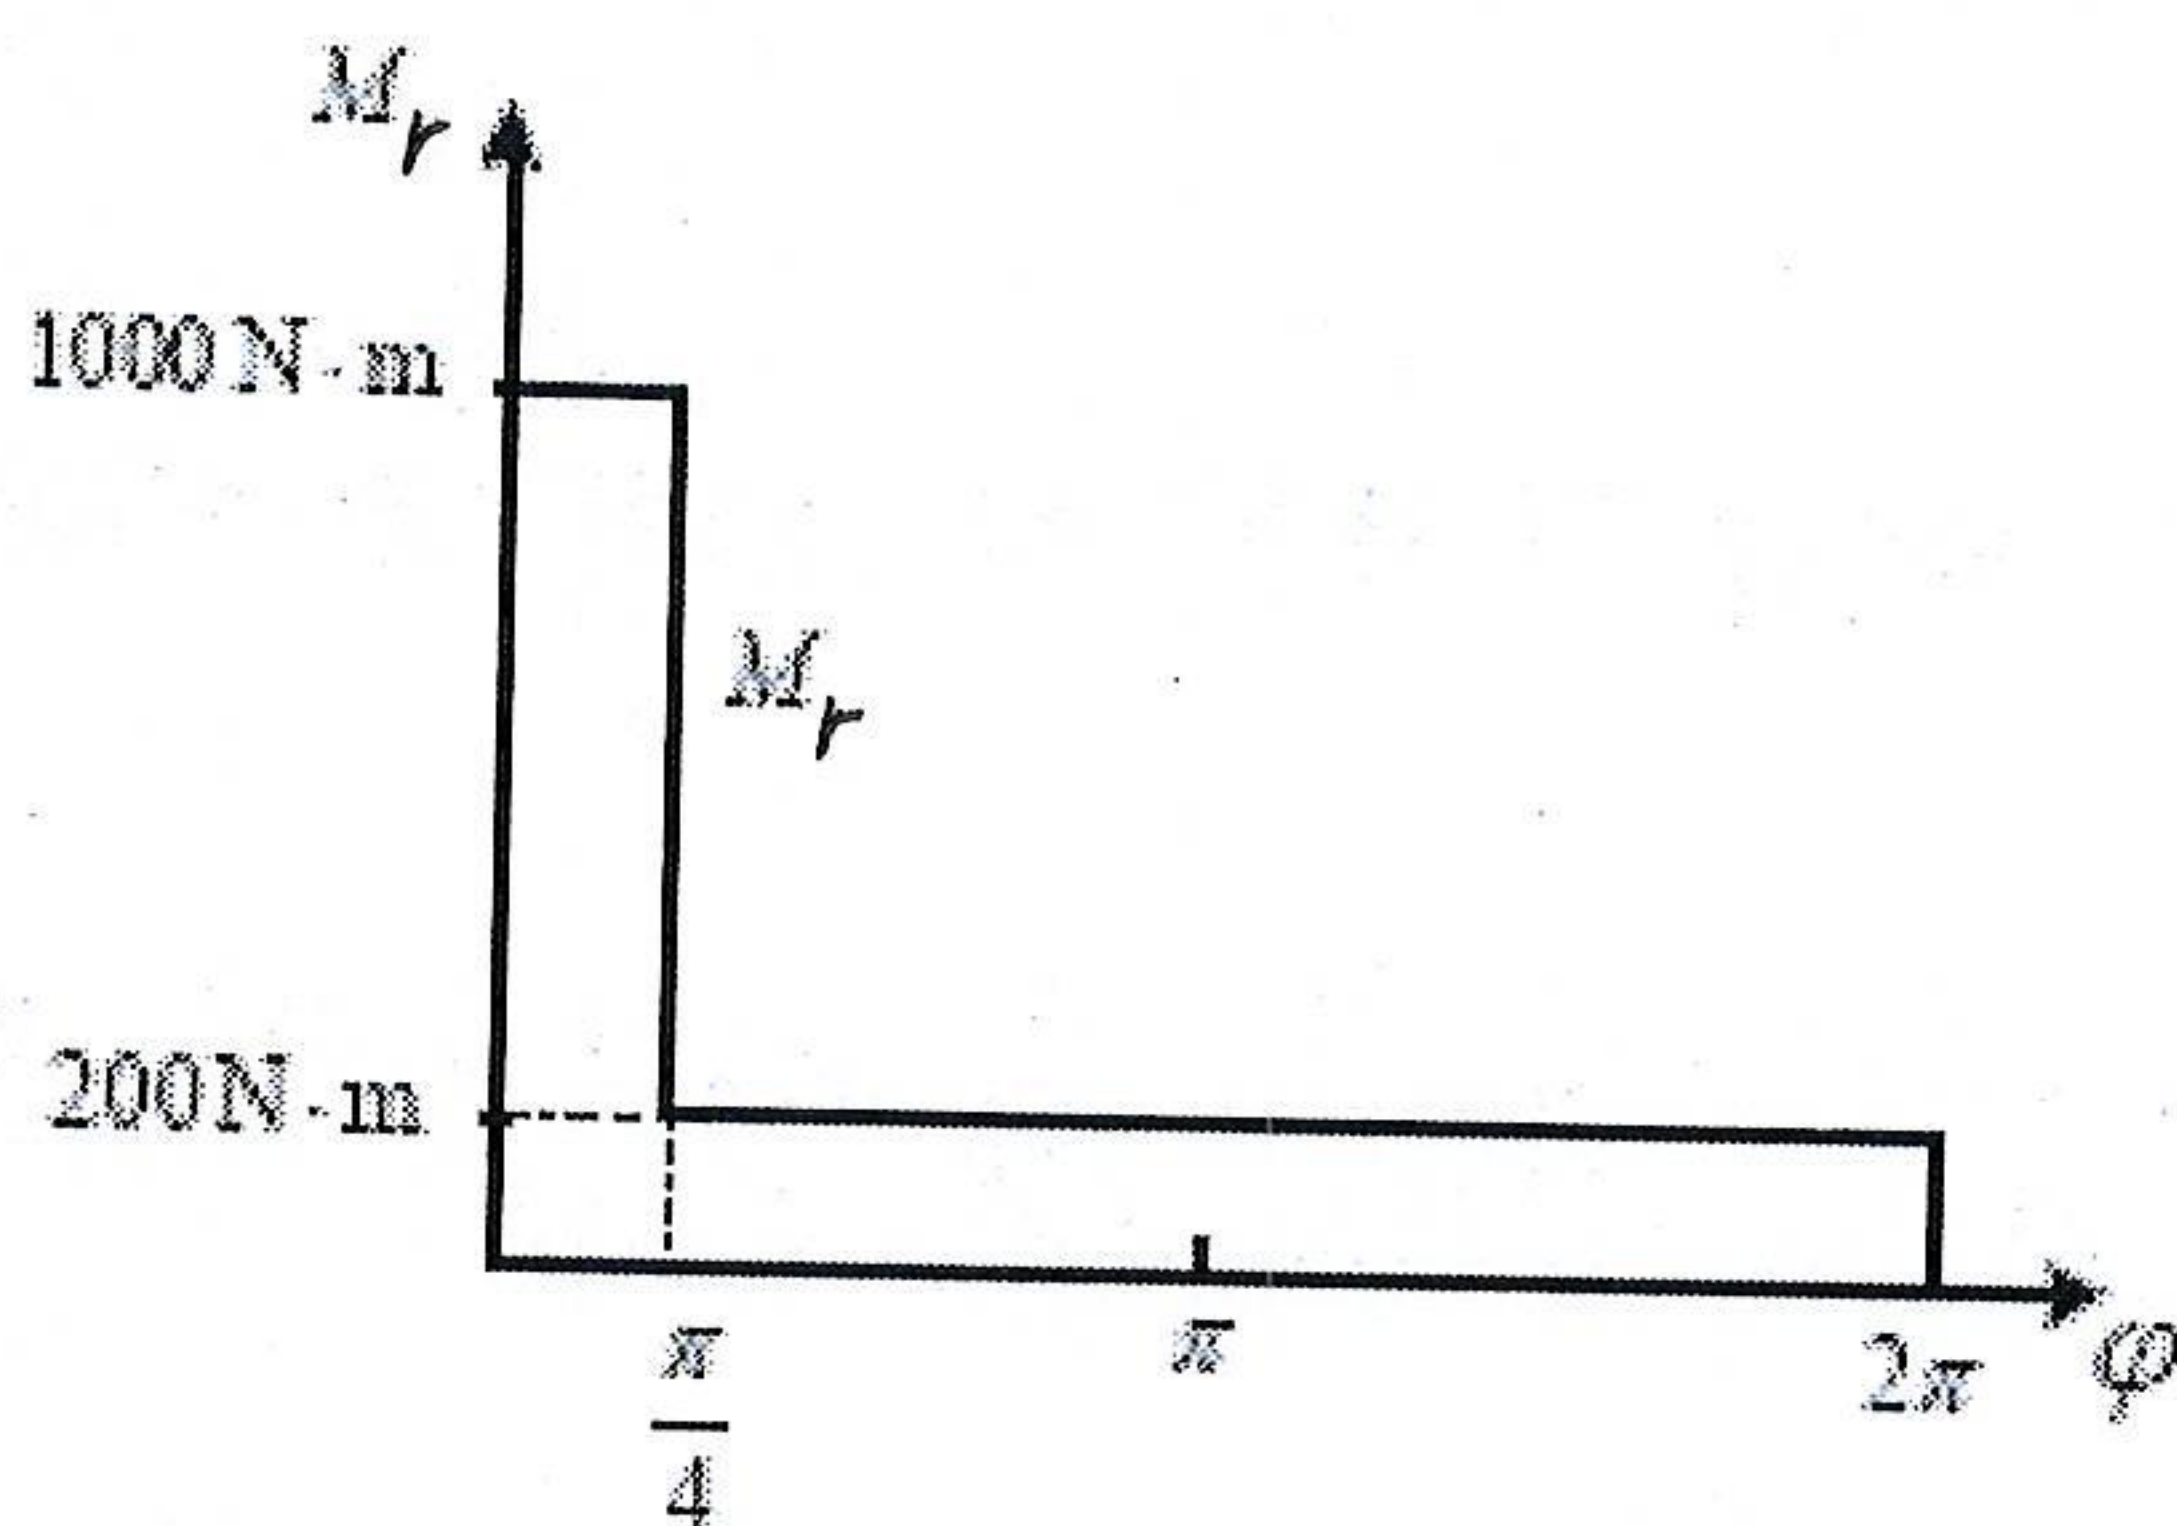

图2 (题三、3 图)
3. (共12分) 已知某机械一个稳定运动循环内的等效阻力矩如图 2 所示，等效驱动力矩为常数，等效构件的最大及最小角速度分别为： $\omega_{\max} = 200\text{rad/s}$ 、 $\omega_{\min} = 180\text{rad/s}$ 。试求：